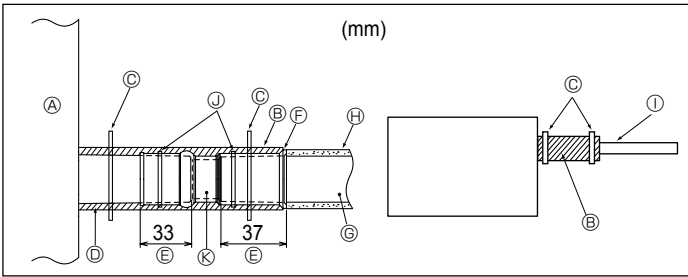

Fig. 3-5
1. Collegare il manicotto di drenaggio (fornito con l'unità) all'apertura di drenaggio. (Fig. 3-5) (Attaccare il tubo con adesivo PVC e fissarlo quindi con un nastro.)
[Fig.3-5]